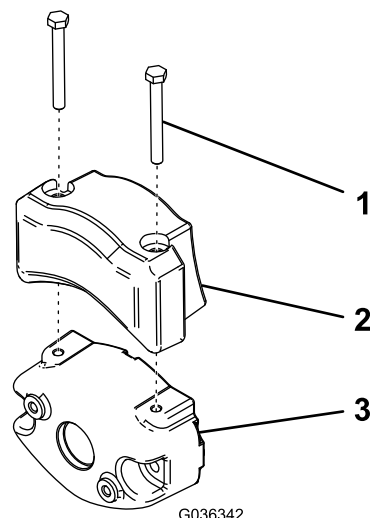

Figura 54
2. Sujete el contrapeso eléctrico al contrapeso existente con 2 tornillos, según se muestra en Figura 54.